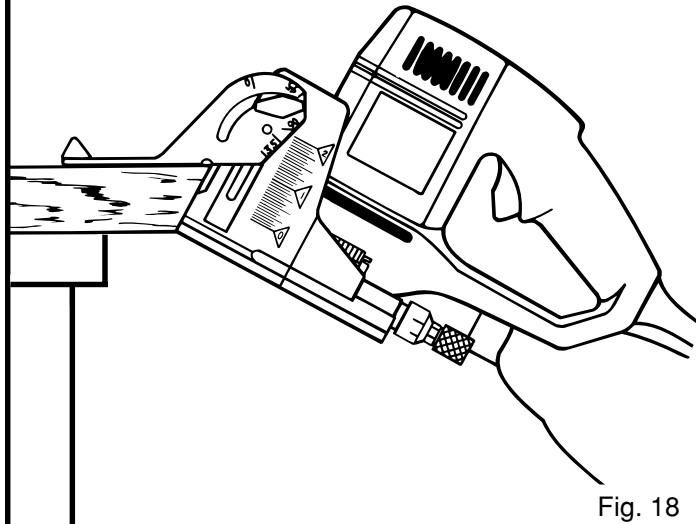

Fig. 18
4. Pour l'assemblage en onglet sur chant de pièces de bois dont l'épaisseur est différente, immobilisez fermement la pièce de bois sur un établi, la face la plus longue étant orientée vers le haut. Ceci garantira la bonne correspondance géométrique entre les surfaces extérieures. Voir figure 18.
8. Placez la machine d'assemblage contre la pièce à travailler, le guide réglable reposant sur la face la plus longue de la pièce, comme on le voit à la figure 18. La base ou le guide vertical doit être en contact avec la surface du biseau de la pièce à usiner.